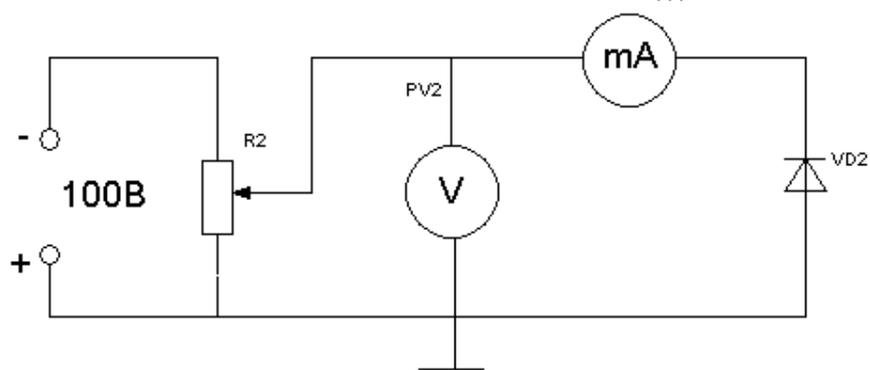

Рисунок 2.3. Исследование полупроводникового диода при обратном включении
7. Собрать электрическую схему (рисунок 2.3).